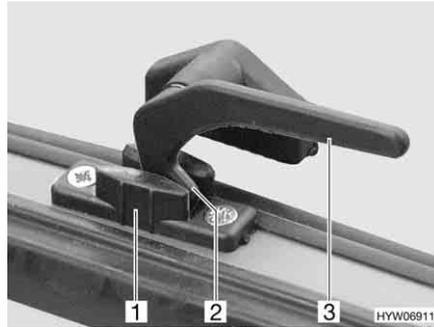

Fig. 39 Leva di serraggio in posizione "Aerazione continua"
- In posizione di "Aerazione continua" (Fig. 39)
- Ruotare tutte le leve di serraggio (Fig. 39,3) di un quarto di giro verso il centro della finestra.
- Girare nuovamente all'indietro tutte le leve di serraggio. Riportare contemporaneamente il nasello di chiusura (Fig. 39,2) nella rientranza della chiusura della finestra (Fig. 39,1).